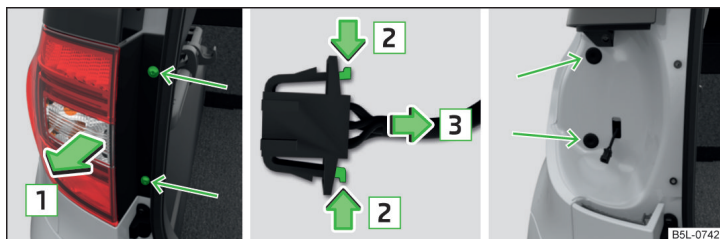

Fig. 203 Demontarea lămpii / scoaterea conectorului
- Desfaceți lampa » fig. 203 folosind cheia din trusa de scule » pagina 189, *Trusa de scule*.
- Prindeți lampa și trageți-o cu atenție prin mișcări pendulatorii în direcția săgeții **1** » fig. 203.
- Introduceți lampa în locașurile din caroserie » fig. 203.
- Fixați lampa strângând șuruburile » fig. 203.